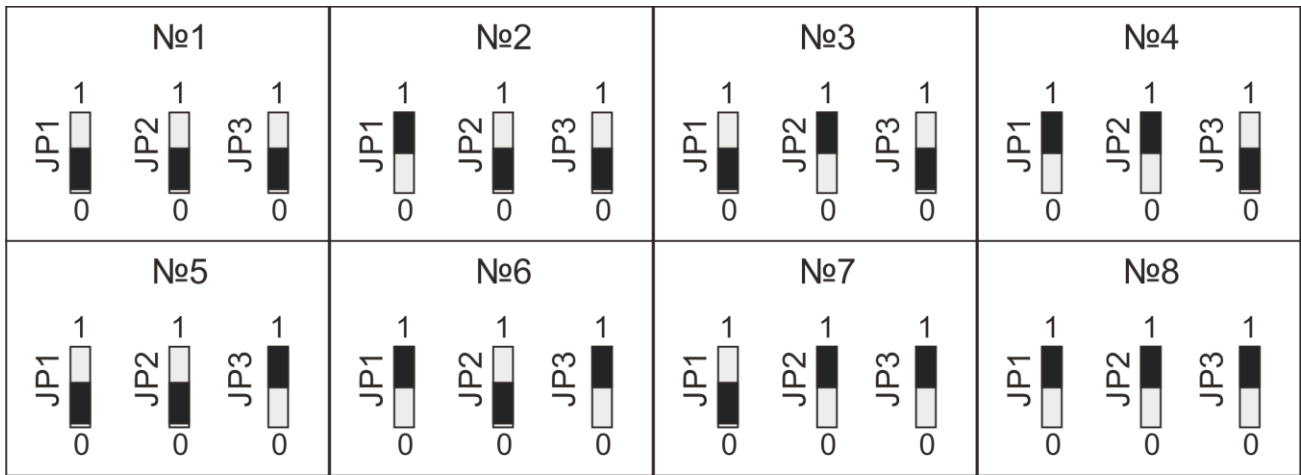

Рисунок 7.14 - Варианты адресов МРЛ-8
- установить адрес модуля перемычками JP1-JP3, в соответствии с рис. 7.14;